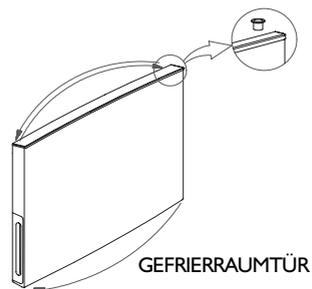

Abb. 8
6. Die obere Hülse samt Stopfen wieder einsetzen (Abb. 8). Die untere Hülse entfernen und auf der linken Seite einsetzen (Abb. 8).